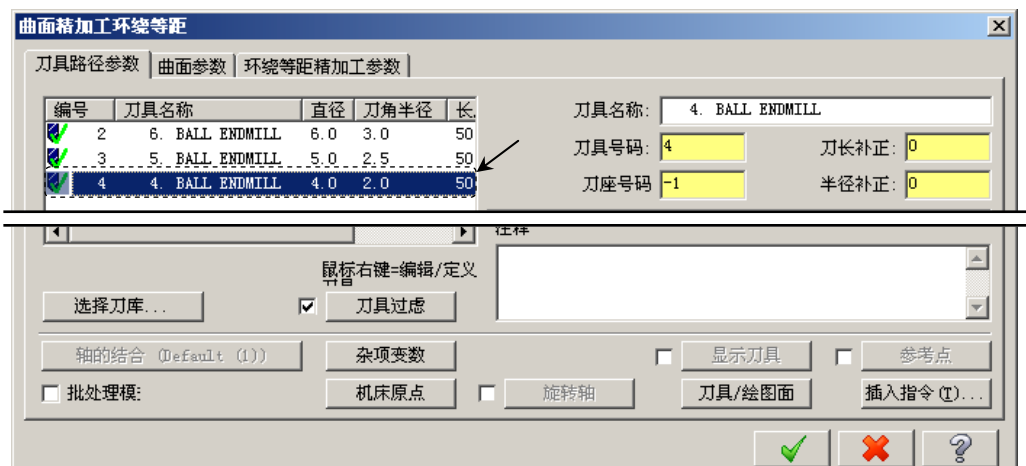

图 15.33 “刀具路径参数”选项卡
(4) 单击  按钮，系统弹出“曲面精加工环绕等距”对话框。
Step3. 选择刀具。在“曲面精加工环绕等距”对话框中选择图 15.33 所示的刀具。